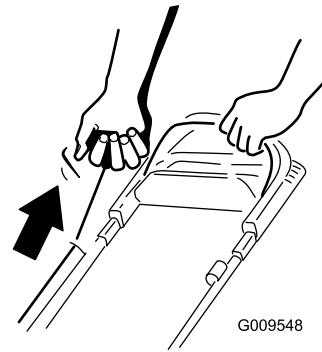
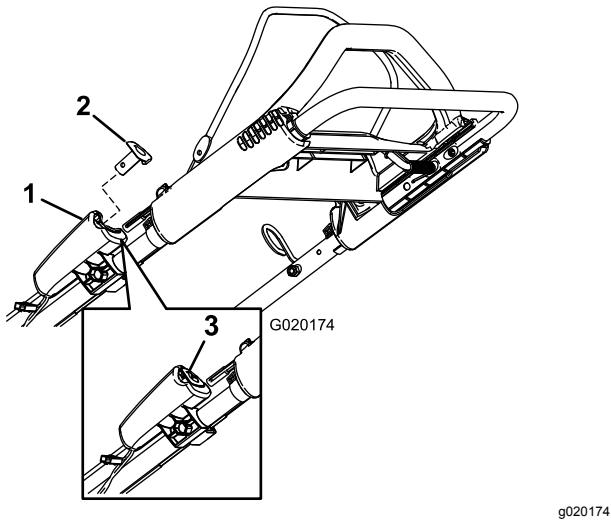

Figure 16
Figure 15
2. Appuyez sur le bouton de démarrage électrique (Figure 15) ou tirez légèrement la poignée du lanceur (Figure 16) jusqu'à ce que vous sentiez une résistance, puis tirez vigoureusement et laissez le lanceur se rétracter lentement jusqu'au guide-câble sur le guidon.